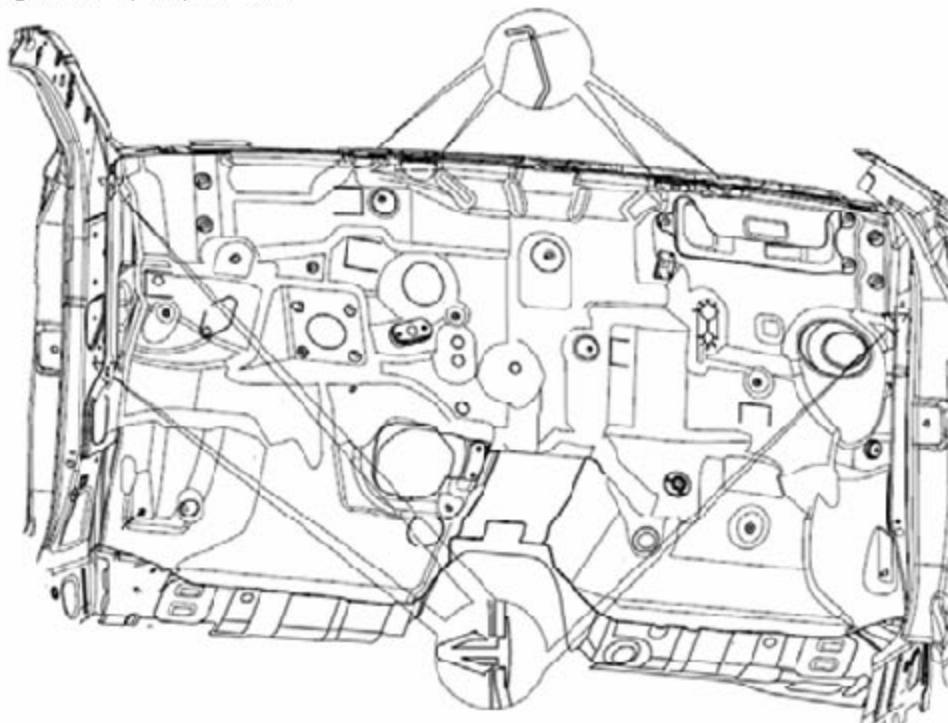

图 7-7-1 前围隔热垫拆卸示意图
- B). 用平口螺丝刀辅助撬松三个固定卡扣（图7-7-1所示）并取下，然后再把隔热层上边缘从钣金挂耳上脱离，再把前围隔热层往后从钣金上退出来即可。